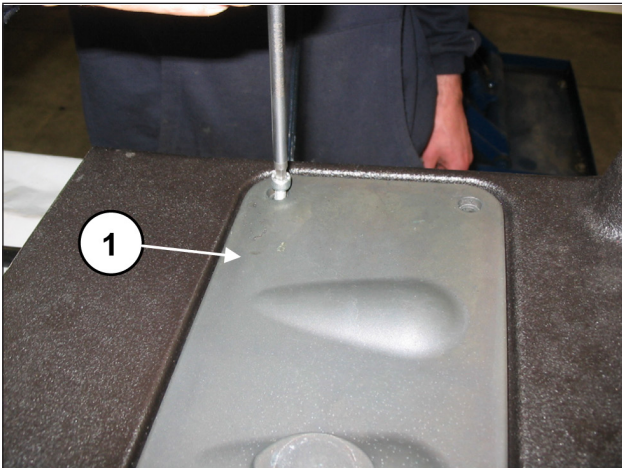
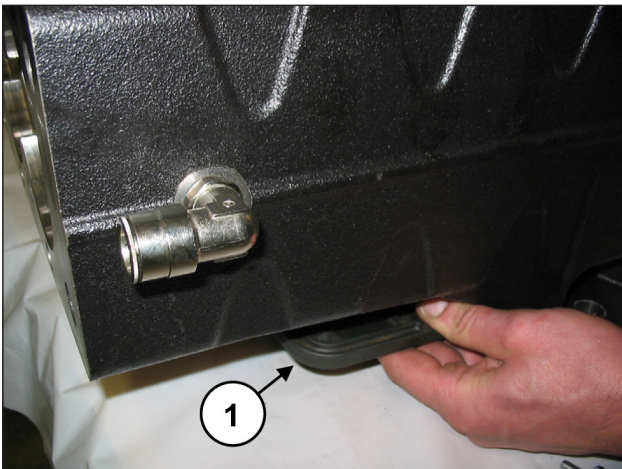

Fig. 120
Fig. 121
Déposer le couvercle d'inspection supérieur (rep. ①, Fig. 120) et le couvercle d'inspection inférieur (rep. ①, Fig. 121) en dévissant les 4+4 vis de fixation. Dégager les joints toriques et les remplacer si nécessaire.